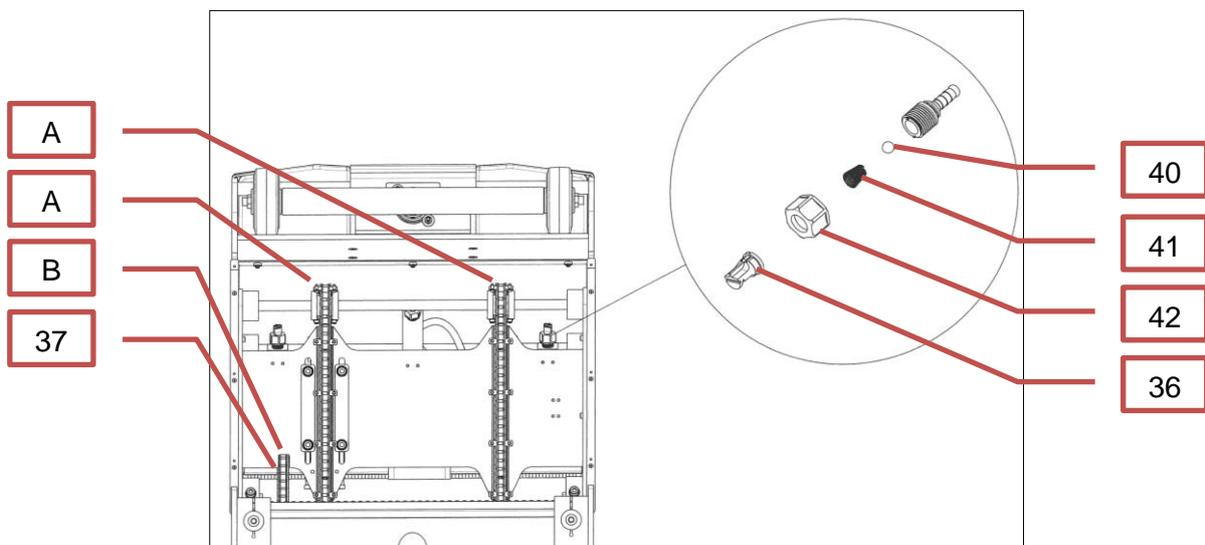

Bild 21 Kettenantrieb / Sprühdüsen
- Alle Wartungsarbeiten wie nach 30 Betriebsstunden, darüber hinaus müssen die Ketten (35) und Kettenräder (37) auf Verschleiß überprüft und bei Bedarf erneuert werden (siehe Bild 21: Kettenantrieb / Sprühdüsen).
(Siehe Bild 21: Kettenantrieb / Sprühdüsen)
(siehe Bild 21: Kettenantrieb / Sprühdüsen)